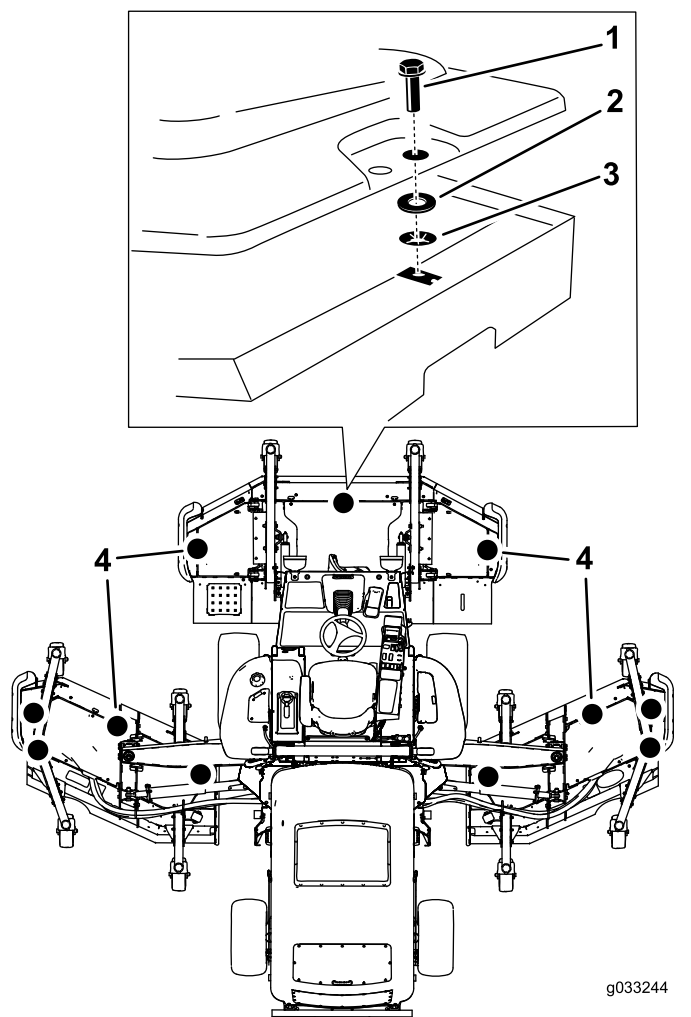

Figura 5
3. Instale la arandela de empuje y la tuerca rápida al perno existente para retenerlo en la cubierta de la correa, tal y como se muestra en la Figura 5.